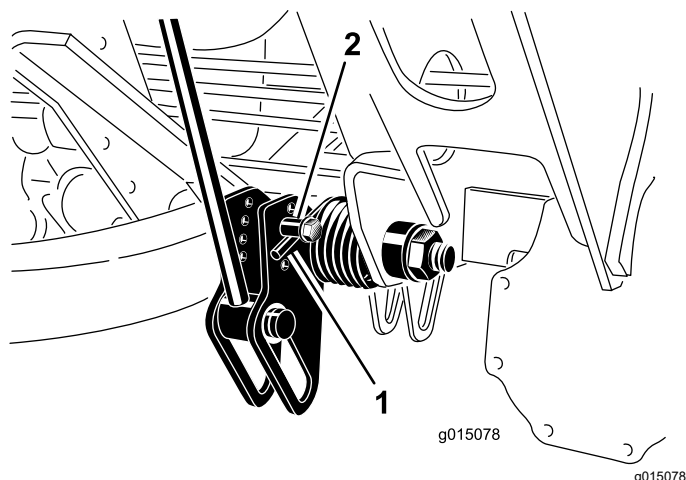

図 40
3. スプリングのテンションをなくしたら、スプリングアクチュエータを固定しているボルトとロックナットを外す 図 40。